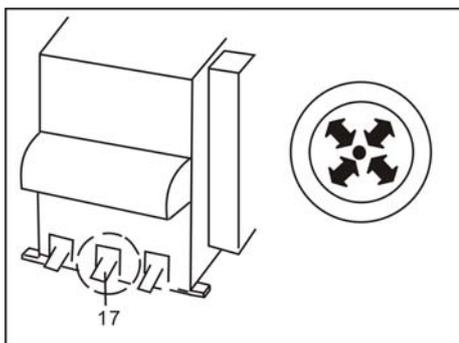
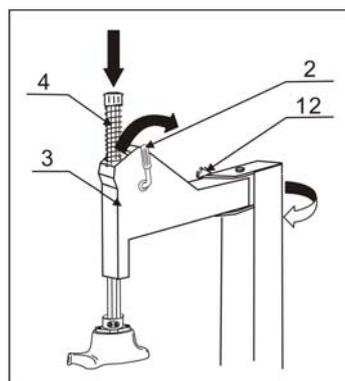
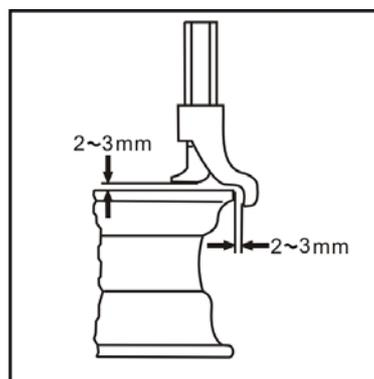
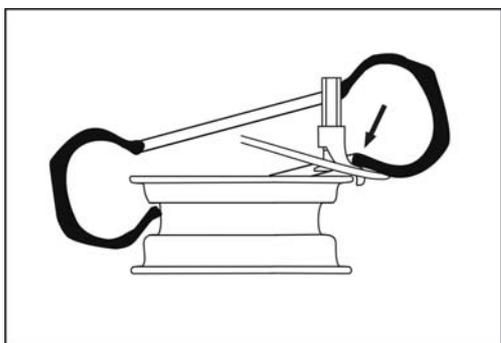

Рис.07
Рис.09
Рис.10
Рис.14
- Нажмите педаль(17) (Рис. 07) до конца, чтобы зажать обод.
- В случае зажима с внутренней стороны, соберите зажимные лапки вместе, установите колесо на поворотный стол и нажмите педаль (17), чтобы зажать обод.
- В случае зажима с внешней стороны (•••• 08), раздвиньте зажимные лапки, установите колесо на поворотный стол и нажмите педаль (17), чтобы зажать обод
- Отодвиньте поворотный рукав и поверните рукоятку болта (12), чтобы привести колонну в рабочее положение (Рис.09), установите расстояние 2~3мм от монтажной головки (Рис.10), и затем зафиксируйте колонну.
- Поднимите нижнюю кромку шины после удаления камеры из шины так, чтобы обод с противоположной стороны попал в прорезь (Рис.14). Нажмите педаль 17 (Рис.07) чтобы